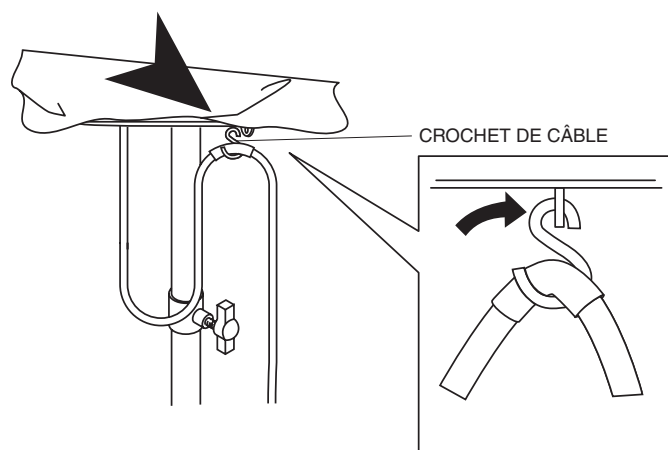

Figure 10. Fixation du câble à l'aide du crochet
8. Fixer le câble d'alimentation en l'accrochant à l'œillet au bas du ballon comme le montre la Figure 10.